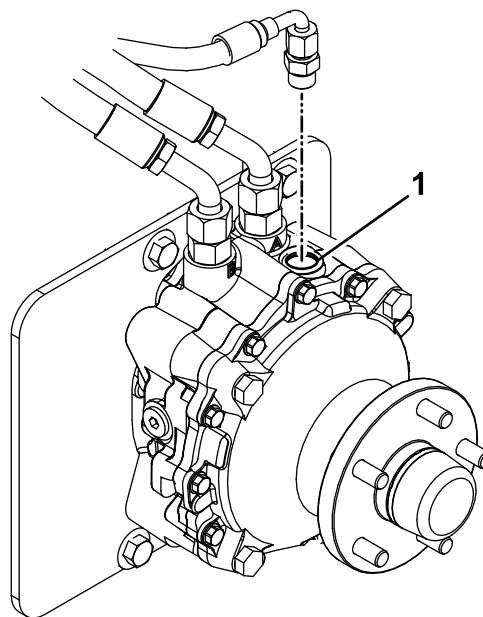

図 64
9. 各ホイールモーターの上部にある注入口プラグを取り外す (図 64)。